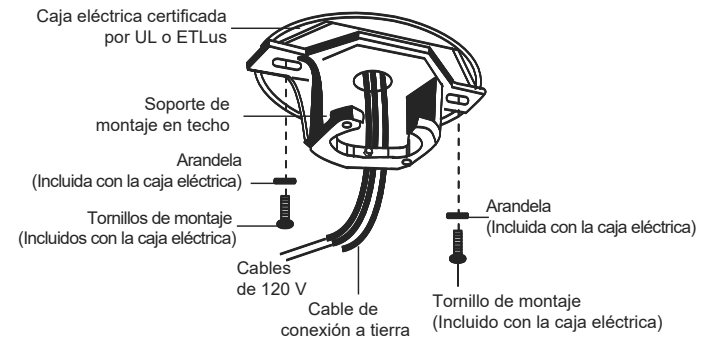

Fig. 5
Paso 1. Pasa los cables de alimentación de 120 V desde la caja eléctrica del techo a través del centro del soporte de montaje del techo (**Fig. 5**) y, a continuación, pasa con cuidado los cables por la parte posterior del soporte de montaje para facilitar la instalación del ventilador en el soporte.
Paso 2. Fija el soporte de montaje en el techo a la caja eléctrica con los tornillos de montaje y las arandelas que se incluyen con la caja eléctrica. (**Fig. 5**)